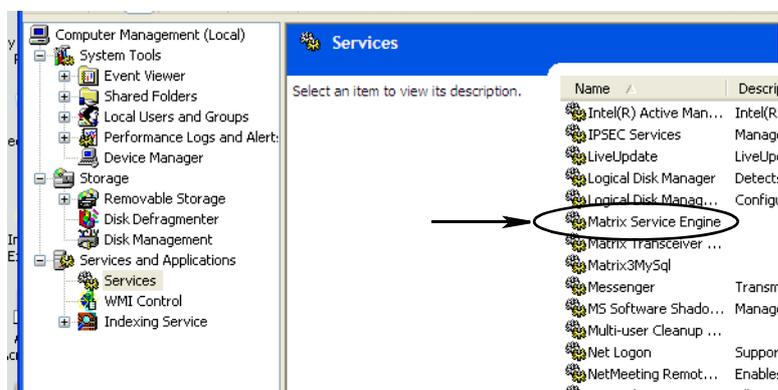

FIG. 56
d. Fare doppio clic su Matrix System Engine sull'elenco dei Servizi (FIG. 56).